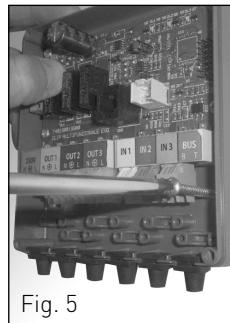

Fig. 5
- fixe a central na parede e insira os dois parafusos de fixação (fig. 5), antes de apertá-los verifique que toda a central esteja perfeitamente apoiada à parede e nivelada, tanto no sentido horizontal quanto vertical. Caso contrário efectue os ajustes necessários atuando no parafuso de fixação.